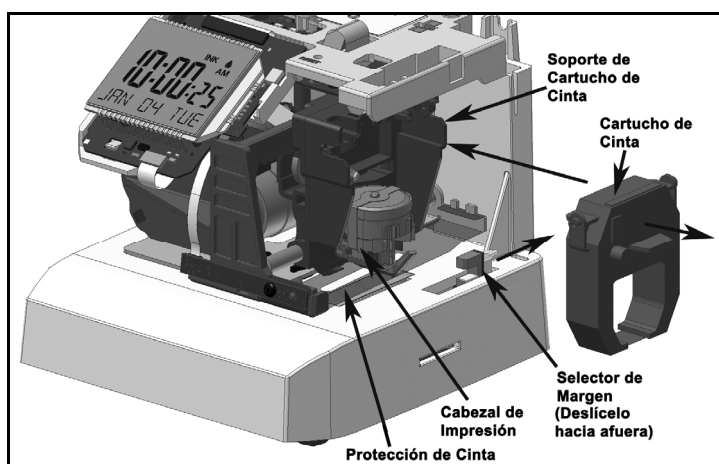

Figura 3: Ubicación del Soporte de Cinta.
El reloj TCX-88 de Amano en la Figura 3, muestra una típica imagen del cartucho de cinta retirado del soporte.
Step 2. Apriete la pestaña sobre el cartucho de cinta, y jale el cartucho de cinta fuera del soporte (vea la Figura 3 pagina 2-2).
Step 5. Para iniciar el indicador de tinta "INK", oprima y mantenga el botón **ENTER** por tres (3) segundos.
Nota – Si el mecanismo de impresión está abajo (no se puede insertar una hoja de papel), presione el botón **RESET** para mover el eje a la posición de arriba. Esto hará más fácil la instalación del cartucho de cinta. **También, el Selector de Margen (ver la Figura 3 arriba) puede moverse hacia la parte de atrás del reloj para hacer más cómodo el remplazo de la cinta.**